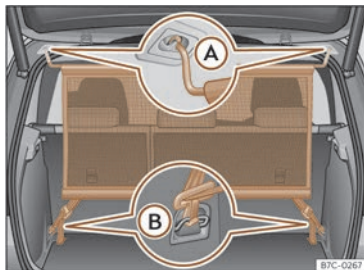

Fig. 167 Red de separación montada.
- Enganche la red de separación en el alojamiento izquierdo del techo >>> **fig. 167 A**. Asegúrese de tirar de la varilla transversal hacia abajo más allá de la posición superior.
- Enganche la red de separación en el alojamiento derecho del techo comprimiendo la varilla transversal >>> **fig. 167 A**.
- Enganche los dos ganchos de la red de separación en las argollas de amarre del maletero >>> **fig. 167 B** y tense bien los cinturones de fijación.